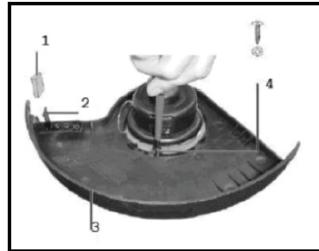

Рис.2
2. Закрепите защитный кожух на нижней части триммера и прикрутите его прилагаемыми винтами [4] (рис.2).